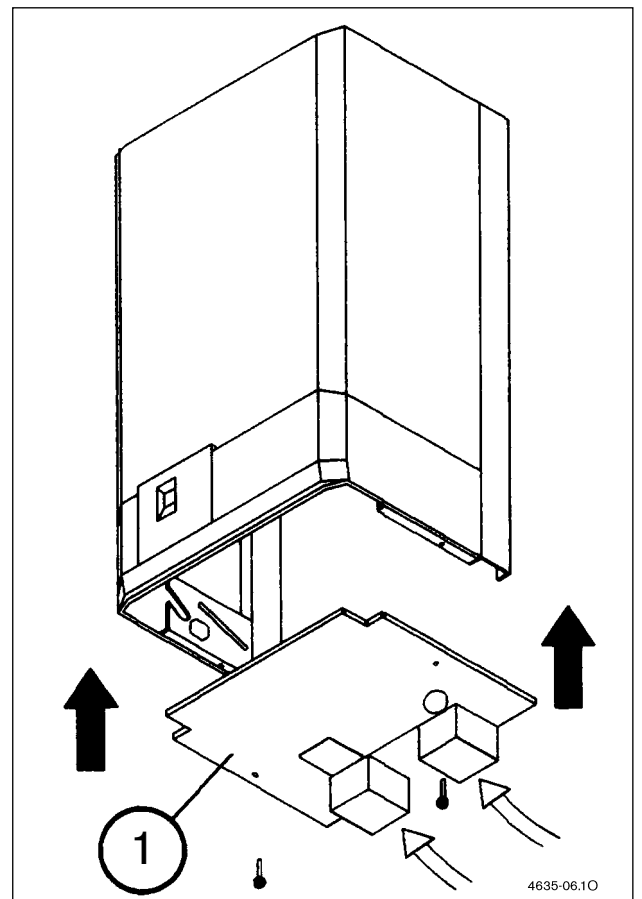

Figura 6
- Dopo aver riagganciato il mantello, montare la copertura inferiore (1), come illustrato in figura 6.